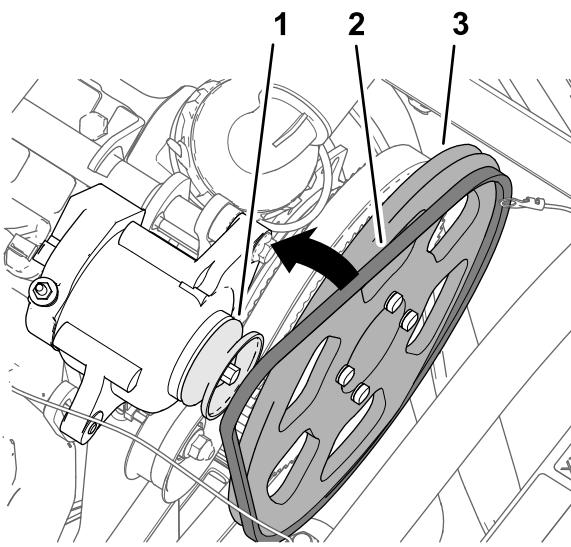

Figure 185
3. Chaussez la courroie trapézoïdale sur la poulie d' entraînement (279 mm) et la poulie de l' alternateur (Figure 185).